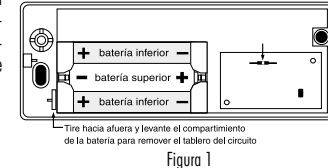

Figura 1
1. Observe la correcta polaridad (ver Figura 1).